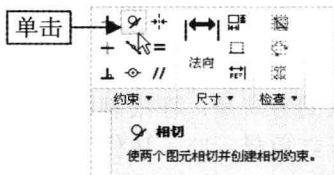

图 3-26 单击“相切”按钮
Step 02 在“功能区”选项板的“草绘”选项卡中，单击“约束”面板中的“相切”按钮，如图 3-26 所示。